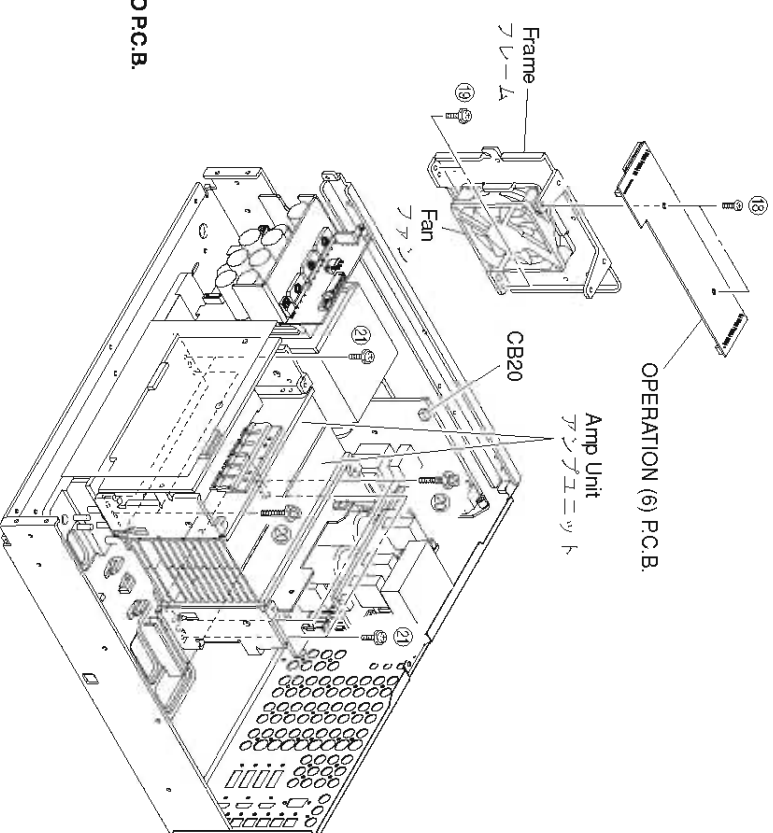

Fig. 6
7. Removal of OPERATION (6) P.C.B.
- Remove 2 screws (18). (Fig. 6)
- Remove the OPERATION (6) P.C.B. which is connected directly to the lower P.C.B. with connectors. (Fig. 6)
- ⑱のネジ2本を外します。(Fig. 6)
- OPERATION (6) P.C.B.を取り外します。(Fig. 6) 但し、OPERATION (1) P.C.B.は、下方のP.C.B.と直接コネクタで接続されています。
- Remove 2 screws (19). (Fig. 6)
- Remove CB20. (Fig. 6)
- Remove the Fan together with the frame by lifting them up. (Fig. 6)
- ⑲のネジ2本を外します。(Fig. 6)
- CB20を外します。(Fig. 6)
- ファンをフレームとともに上方に取り外します。(Fig. 6)
- Remove 4 screws (20) and 4 screws (21). (Fig. 6)
- Remove the Amp Unit. (Fig. 6)
- ⑳のネジ4本、㉑のネジ4本を外します。(Fig. 6)
- アンプユニットを取り外します。(Fig. 6)